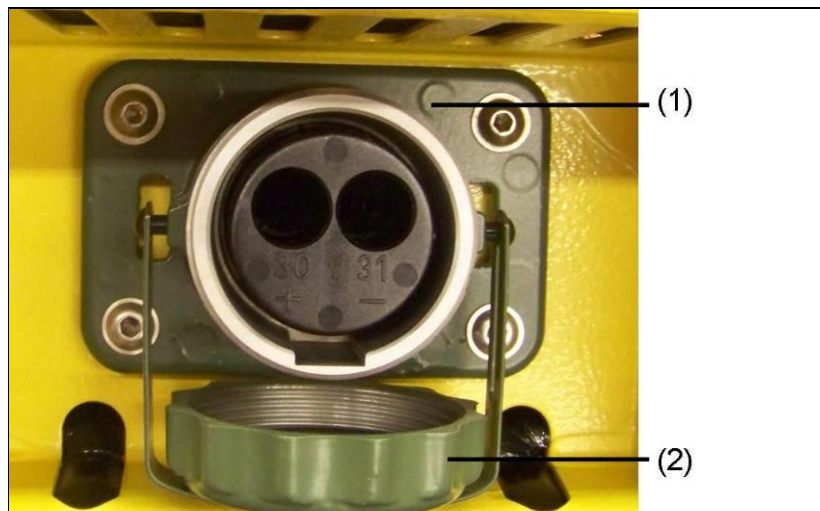

Abb. 5-8: Fremdstartereinrichtung anschließen
1. Abdeckung (Abb. 5-8-(2)) der Fremdstartsteckdose (Abb. 5-8-(1)) abschrauben.